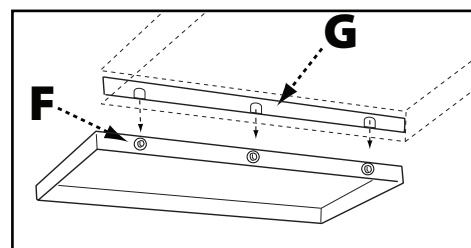
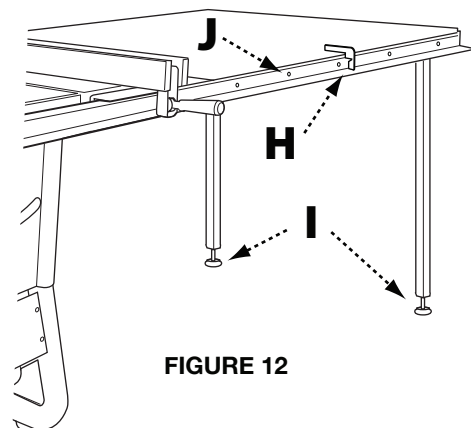

FIGURE 11
FIGURE 12
4. Percez soigneusement au travers des trous dans les trous de la plaque d'angle verticale et la paroi en bois de la table avec un foret de 1/4 de pouce. Faites passer depuis l'extérieur les vis #10-32 X 1 1/4" avec des rondelles plates #10 (E) à travers les trous percés, puis assemblez les écrous sur les vis et serrez.
5. Assemblez sans serrer trois vis 5/16-18 x 7/8" avec des rondelles à ressort, des rondelles plates et des écrous (F) dans les trois trous dans le côté de l'aile d'extension comme indiqué. (Fig. 11)
6. Abaissez soigneusement le support de table d'angle en acier percé (G) sur les vis de l'aile d'extension. Serrez les vis après avoir nivelé la table en bois avec l'aile d'extension.
7. À l'aide de la jauge d'alignement de rail (H), ajustez les pieds (I) de manière à ce que le haut de la table soit à la bonne distance du rail.
8. Percez des trous de 1/4 de pouce à travers les trous du rail (J) dans la table en bois sur les rails avant et arrière. (Fig. 12)